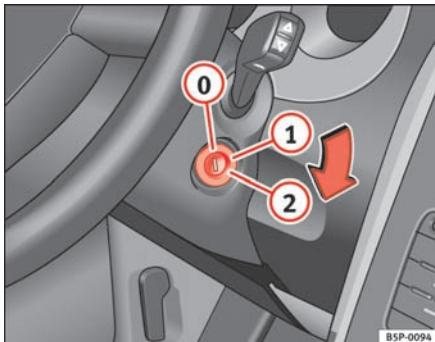

Fig. 95 Posiciones de la llave de contacto
En esta posición ⇒ fig. 95 el encendido y el motor están desconectados pudiéndose bloquear la dirección.
- Gire la llave de contacto hasta la posición ⇒ página 137, fig. 95 ①. El testigo  se encenderá en caso de precalentamiento del motor.
- En cuanto se apague el testigo, gire la llave de encendido a la posición ② para poner en marcha el motor y no pise el acelerador.
- Gire la llave de contacto a la posición ⇒ página 137, fig. 95 0.